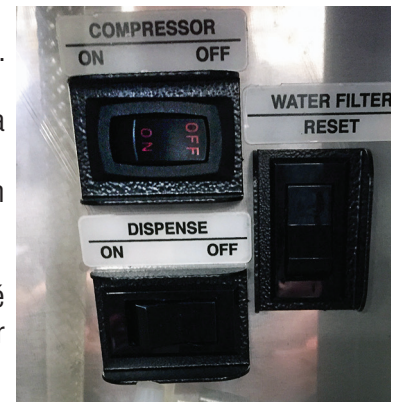

Figura 1
3. Compruebe que el interruptor del compresor y el interruptor del dispensador estén en la posición de APAGADO (ver Figura 1).